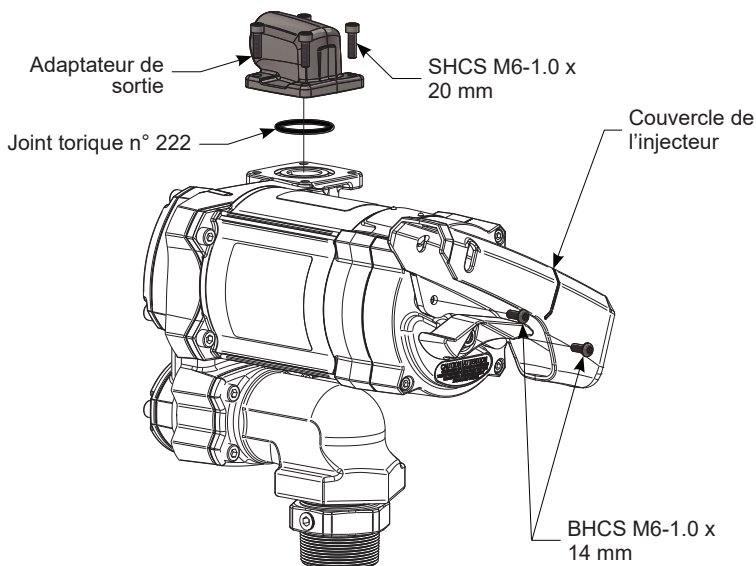

Figure 4
À l'aide d'une clé hexagonale de 4 mm, installez le couvercle de l'injecteur avec (2) BHCS M6-1.0 x 14 mm dans l'orifice inférieur (voir figure 4).
3. À l'aide d'une clé hexagonale de 5 mm, installez les (4) SHCS M6-1.0 x 20 mm dans l'adaptateur de sortie dans la direction souhaitée dans le port de sortie (voir figure 4).
Ce moteur est équipé d'un interrupteur et d'un condensateur reproductibles. Des kits sont disponibles en cas de panne. Pour remplacer ces pièces, commencez par éteindre la pompe et débrancher le câble d'alimentation. Ensuite, démontez le crochet de suspension de l'injecteur et le couvercle de jonction qui apparaissent précédemment assemblés sur les figures 4 et 5 des pages 11 et 12. Suivez les instructions fournies avec le kit pour remplacer les pièces en panne. Réassemblez le couvercle et le crochet de suspension, puis rebranchez l'alimentation. Avant de commencer le transfert de carburant avec la pompe, vérifiez que le moteur ne s'allume pas et que la pompe fonctionne correctement en dérivation : si c'est le cas, la pompe est prête à reprendre son fonctionnement standard.